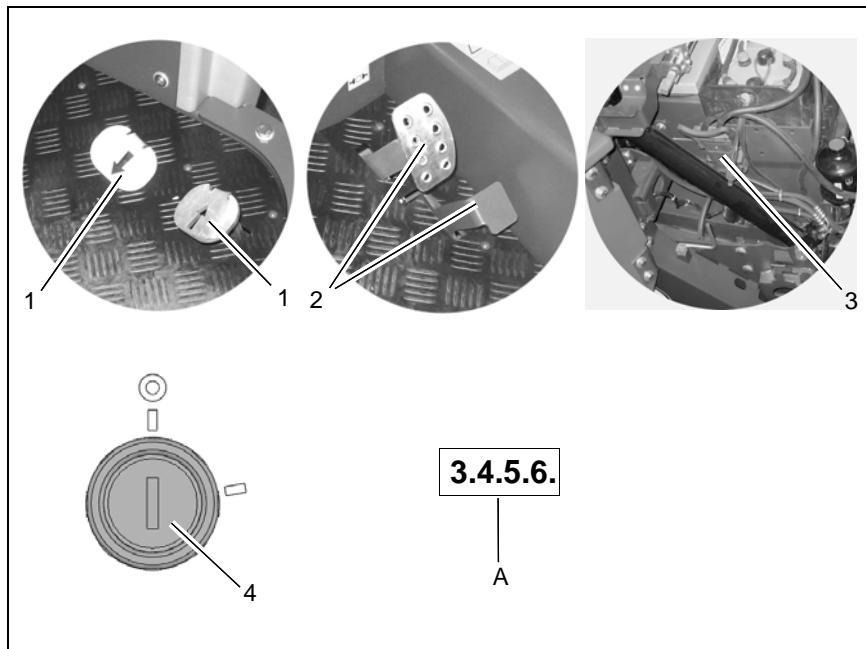

Abb.4
2. Das Fahrzeug muss mit der Feststellbremse (Abb. 4/2) festgesetzt sein.
3. Batteriestecker (Abb. 4/3) mit dem Gerätestecker verbinden.
4. Schlüsselschalter (Abb. 4/4) drehen.
- Der Betriebsstundenzähler (Abb. 4/A) zeigt nacheinander den Softwarestand, ggf. den letzten Fehlercode und die Betriebsstunden an.